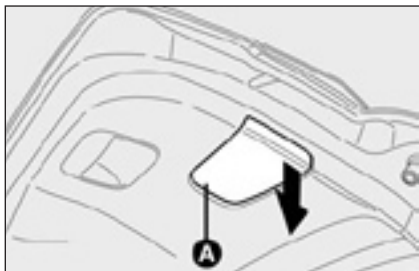
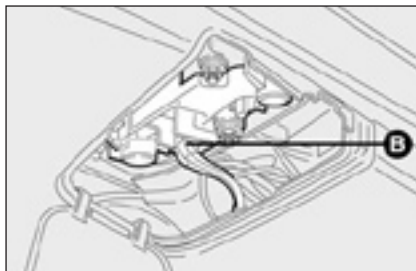

рис. 21
рис. 22
- снимите крышку **A-рис. 21** и отсоедините разъем **B-рис. 22**;